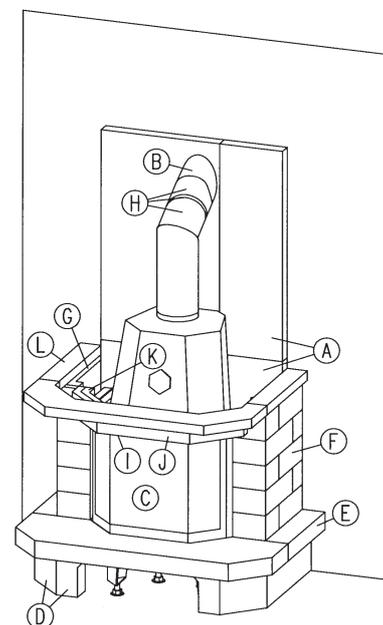

Abb. 9
- 13.1 Verkleben Sie den Obersims mit dem Sturz und den Seitenteilen. Dazu spritzen Sie eine dünne Wulst Spezialsilikon auf die Oberseiten von Sturz und Seitenteilen. Achten Sie bei dem Auflegen des Obersimses auf einen allseitigen gleichmäßigen Überstand. (Abb. 9)